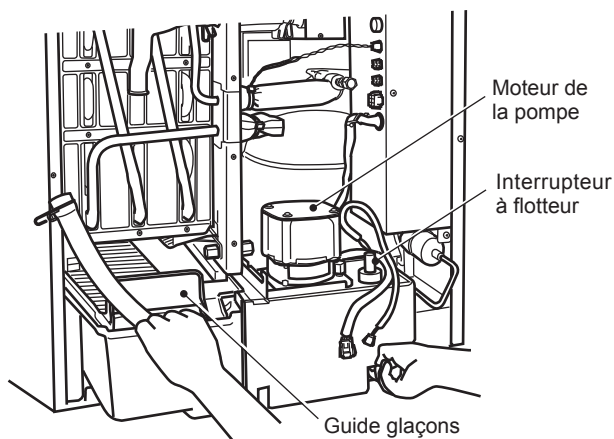

Fig. 3
- 6) Retirer le réservoir d'eau, le guide glaçons, le support du moteur de la pompe, le moteur de la pompe et l'interrupteur à flotteur. Voir fig. 3.